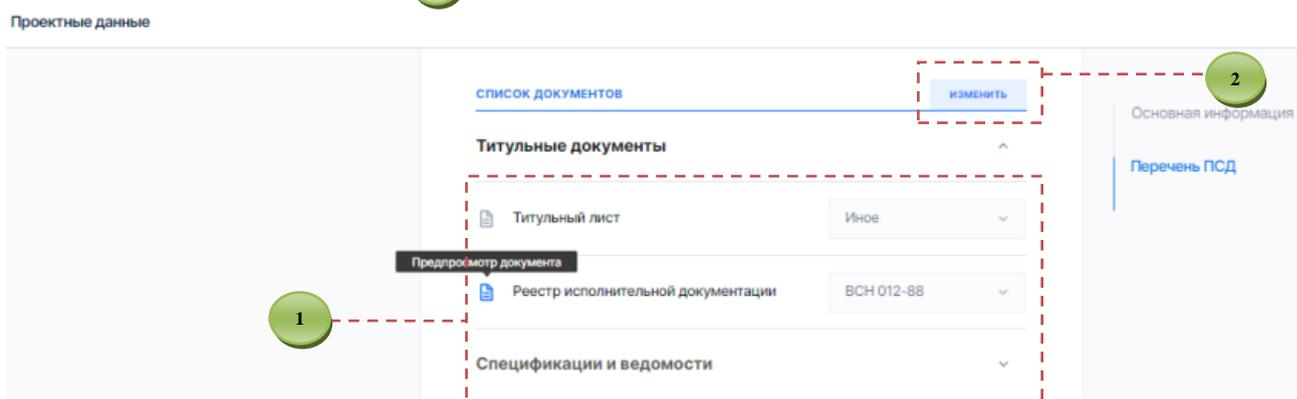

Рисунок 10. Просмотр, изменение списка документов и справочников
– Кнопка «Изменить» **2** позволяет добавить новый элемент списка (рис. 10).